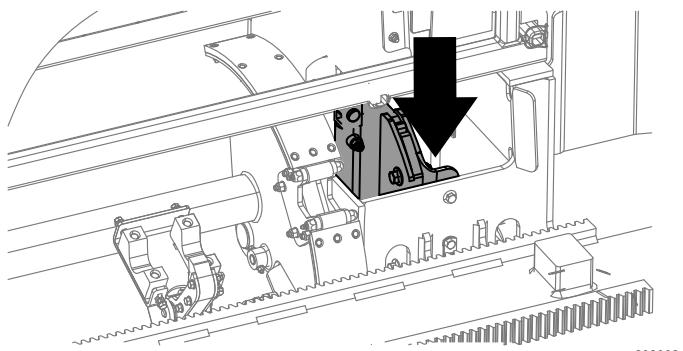

Bild 35
3. Halten Sie die untere rechte Taste am 8-Tasten-Joystick (Bild 10) oder den unteren Teil des Kippschalters (Bild 34) am 4-Tasten-Joystick gedrückt, bis die Nocke in die ausgewählte Reihe dreht und der Heber das Rohr in die Öffnung absenkt (Bild 35).